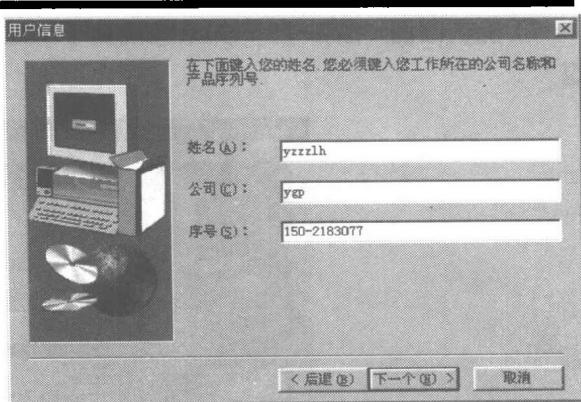

图 1-4
4) 用户信息(见图1-4)。请您输入您的姓名及所在单位和产品序列号。